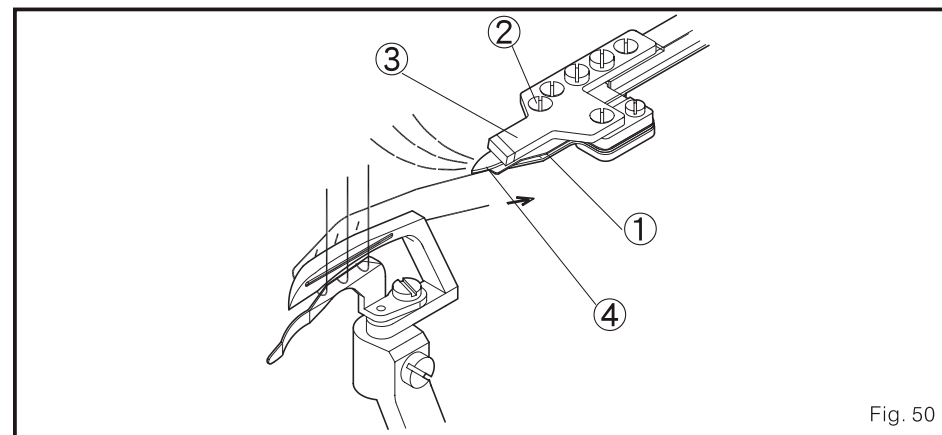

Fig. 50
4. depois de refilar o fio e o fio do looper, O fio do looper será levada pela faixa da lâmina mola de fio 1 para o seguinte ponto. (Fig. 50)